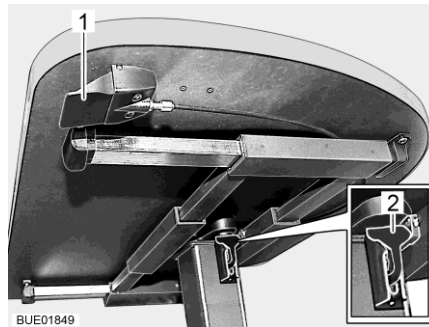

Fig. 39 Table à hauteur réglable avec touche de déverrouillage
- Tirer le levier de verrouillage (Fig. 39,2) vers le bas ou l'enfoncer.
- Pousser le levier de verrouillage (Fig. 39,2) vers le haut.
- Pousser la touche de déverrouillage (Fig. 39,1) et la maintenir poussée. Le plateau de table s'élève alors automatiquement jusqu'à la butée de fin de course.
- Lâcher la touche de déverrouillage (Fig. 39,1). Le plateau de table reste dans la position choisie.
- Pousser la touche de déverrouillage (Fig. 39,1) et la maintenir poussée.
- Lâcher la touche de déverrouillage (Fig. 39,1). Le plateau de table reste alors dans la position la plus basse.